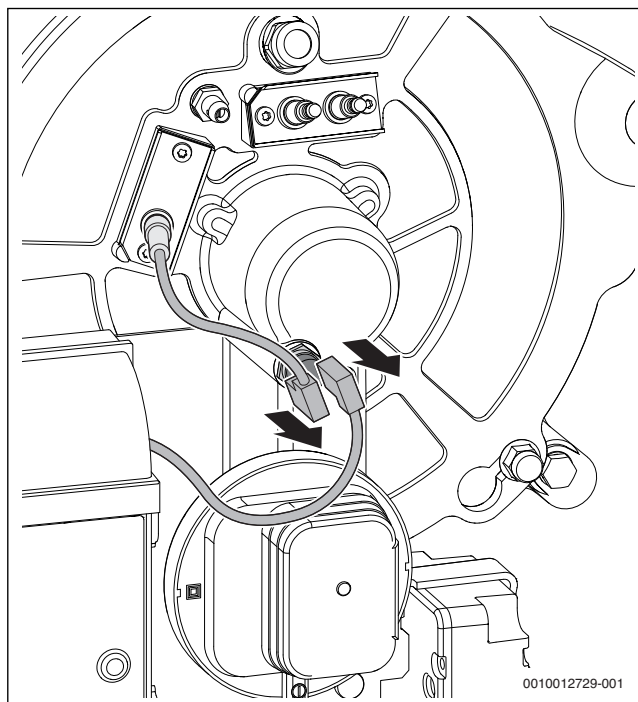

Bild 88 Stecker am Temperaturwächter abziehen
► Stecker am Temperaturwächter abziehen (→ Bild 88)